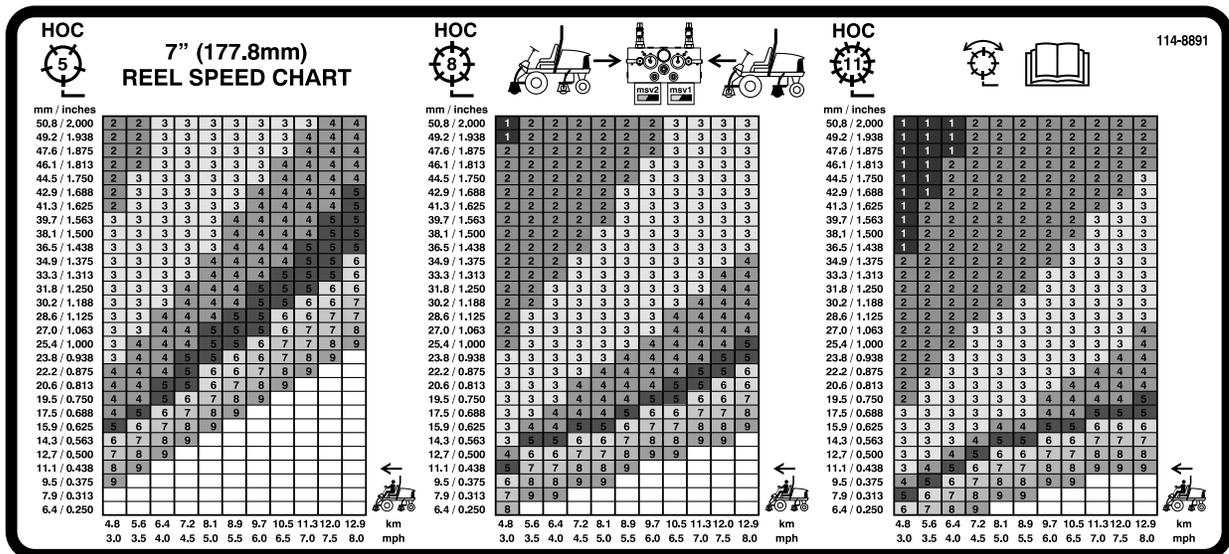
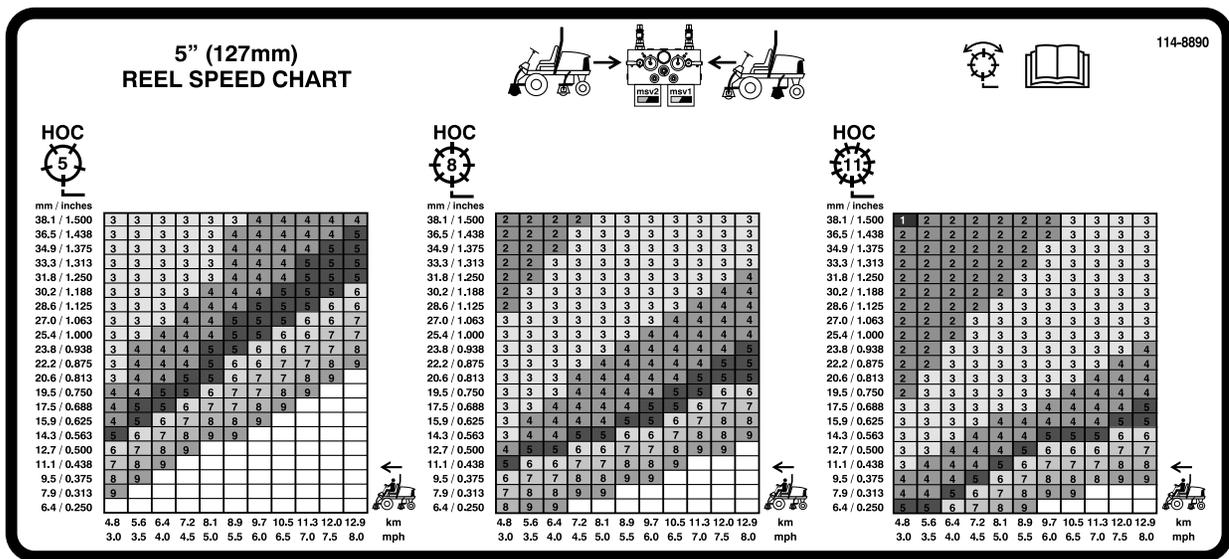

Bild 41
Bild 42
3. Ermitteln Sie mit der entsprechenden Tabelle auf dem Schild 110-0996 (Bild 41) für Reelmaster 5510 & 5610, 17,8 cm [7 Zoll] Spindelmähwerke, oder Schild 110-8923 (Bild 42) für Reelmaster 5210 & 5410, 12,7 cm [5 Zoll] Spindelmähwerke, die richtige Einstellung für die Spindeldrehzahl.